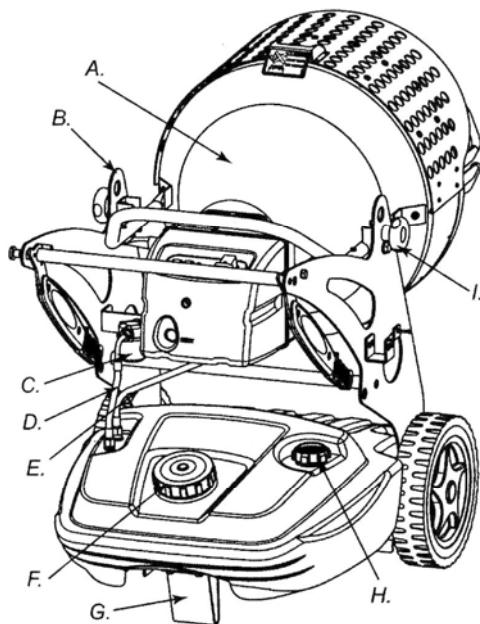
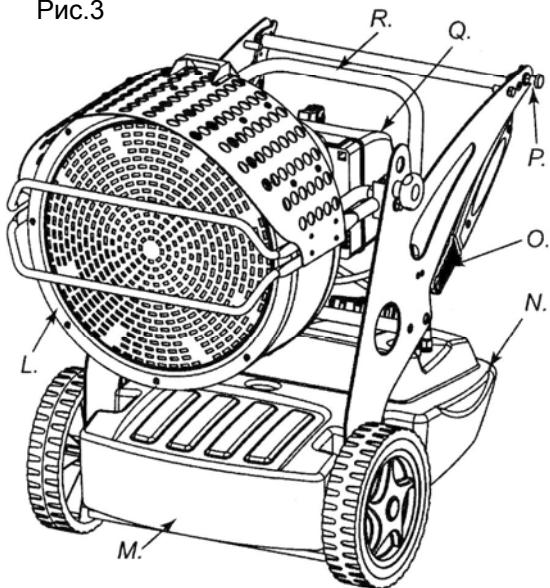
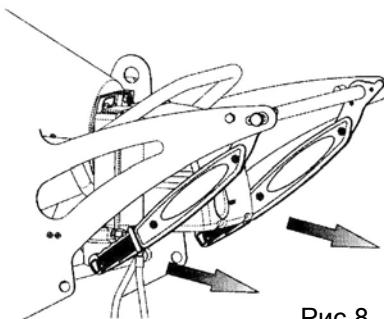
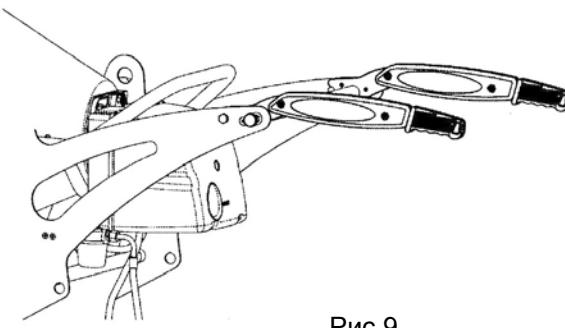

Рис.3
Рис.4
Рис.8
Рис.9
- 1) убедитесь, что в топливном баке (N рис.4) все еще есть топливо;
**Предупреждение:** Перед вторым запуском (генератор затушен и достаточно охлажден) убедитесь, что болты, которые закрывают передний дефлектор, надежно закреплены (L рис.4)
**Внимание:** перед тем как двигать или поднимать генератор, убедитесь, что крышки топливного бака надежно закрыты (F и H рис.3)
Генератор легко передвинуть и он может быть закреплен на высоте при помощи специальных транспортировочных отверстий (В рис.3 или рис.7). Это позволяет установить генератор в любом удобном месте для обогрева, разморозки и сушки.
Прежде чем поднимать или передвигать аппарат, убедитесь, что крышки топливного бака надежно закрыты (G рис.3). Генератор может быть оснащен колесиками. В случае если покрытие пола позволяет, можно везти генератор как тележку. Если устройство не оснащено колесиками, необходимо разблокировать шарнир (P рис.4), расположенный на одной из боковых стоек генератора. Опустите ручку из позиции (рис.8), переведите ручку в положение транспортировки (рис.9). Поднимите генератор и установите его так, чтобы он стоял на двух передних колесиках.